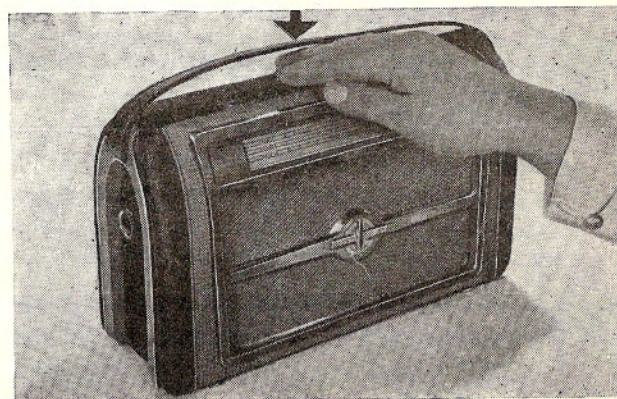

Fig. 2
- D. — Appuyer avec le bout des doigts, suivant les indications de la figure 2, un déclic se fait entendre; l'appareil est refermé.